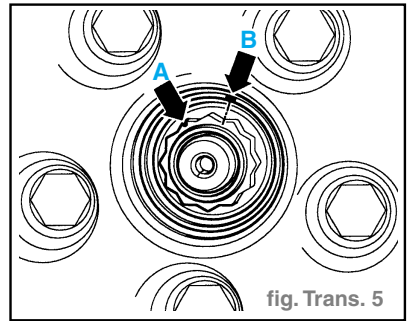

fig. Trans. 5
- Faire un trait sur les 12 pans de l'écrou (flèche A). (fig. Trans. 5)